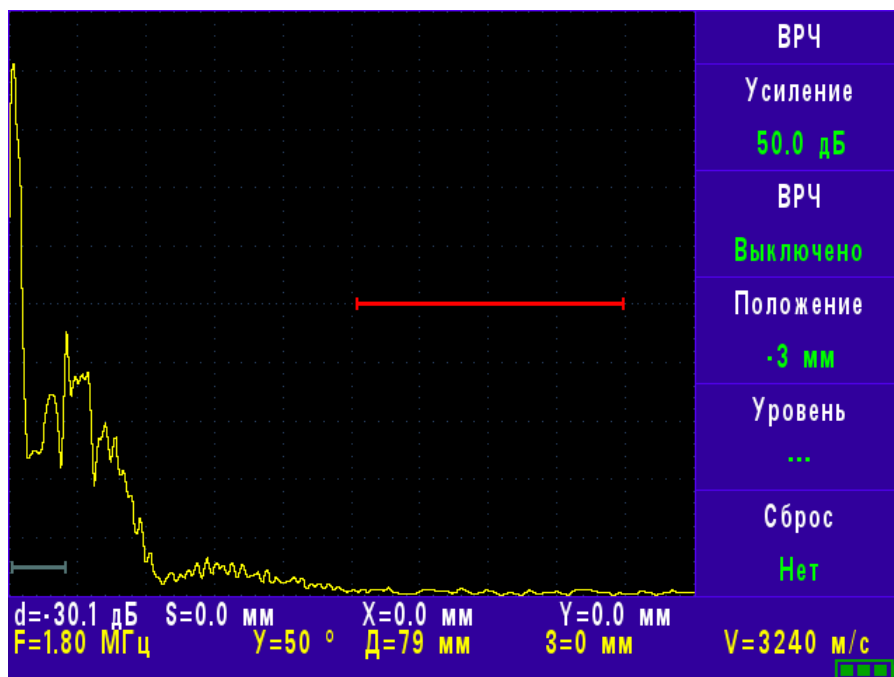

Рис. 5.16
5.5.11. Меню «**ВРЧ**» (временная регулировка чувствительности) содержит следующие параметры (рис. 5.16).